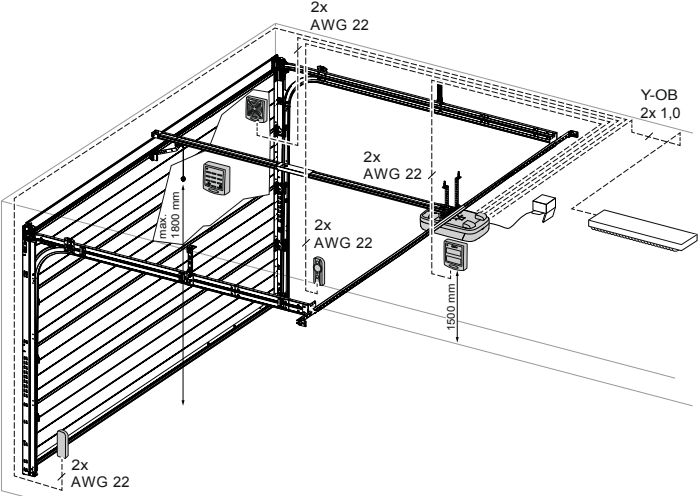

Fig. 3: Ejemplo de instalación de accesorios
Monte la suspensión central (13) en los carriles (fig. 3).